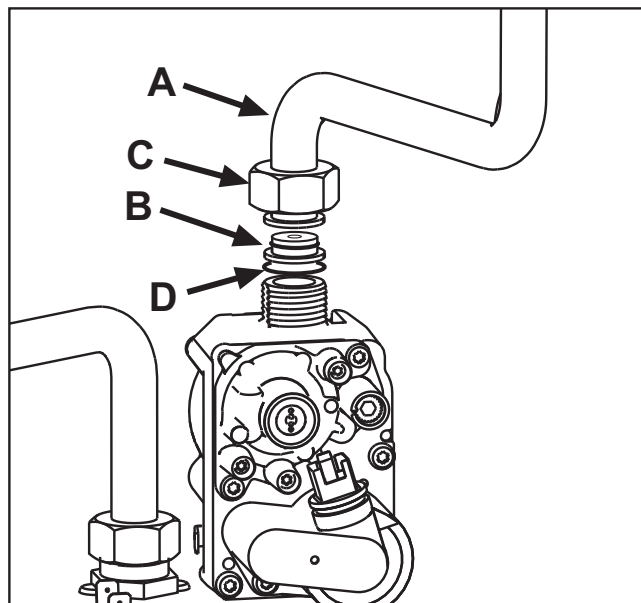

рис. 22
4. Открутить колесико **C** и вынуть газовую трубу **A** из газового клапана (см. рис. 22).
5. Заменить форсунку **B**, вставленную в газовую трубу, на форсунку, входящую в комплект для переоборудования на другой вид газа, вставив прокладку **D** (см.рис. 22).